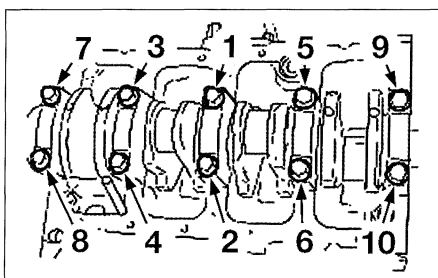

FIG. 46
- Montar las tapas de bancada con las flechas orientadas hacia la distribución y apretar progresivamente por pasadas sucesivas, en el orden y al par prescritos (**fig. 46**).